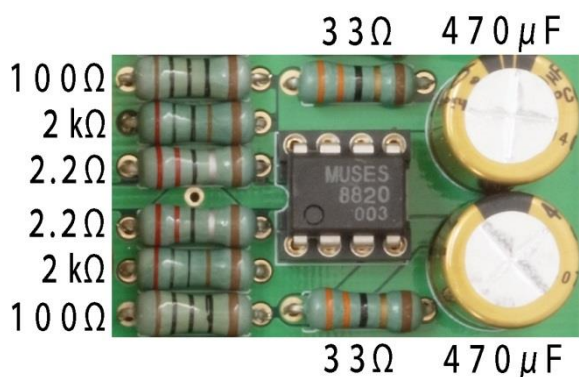

図 1 回路グループ
3. 挿入した抵抗を確認します。図 1 に示すようにオペアンプ周囲の 8 本の抵抗とコンデンサ 2 本がグループを構成します(この時点ではまだケミコンは挿入していません)。全体で 9 グループあり、同じパターンで並びます (図 2)。